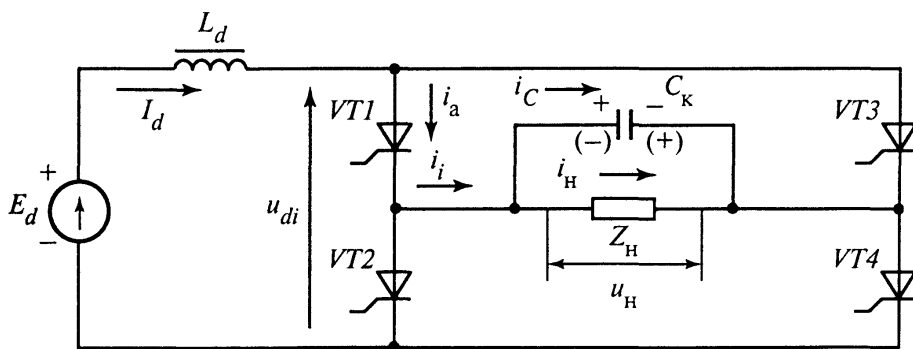

Рис. 5
9. В схеме рис.5 напряжение питания $E_d = 100$ В, $R_H = 10$ Ом, частота выходного напряжения $f = 1000$ Гц, в схеме используются тиристоры с временем восстановления $t_{восст} = 100$ мкс. Определить: а) необходимое значение емкости коммутирующего конденсатора C_K ; б) значение напряжения на нагрузке U_H ; в) действующее значение тока нагрузки I_H ; г) значение тока, протекающего через коммутирующий конденсатор, I_C ; д) значение выходного тока инвертора I_i ; е) ток, отбираемый от источника питания I_d ; ж) мощность источника питания P_d .